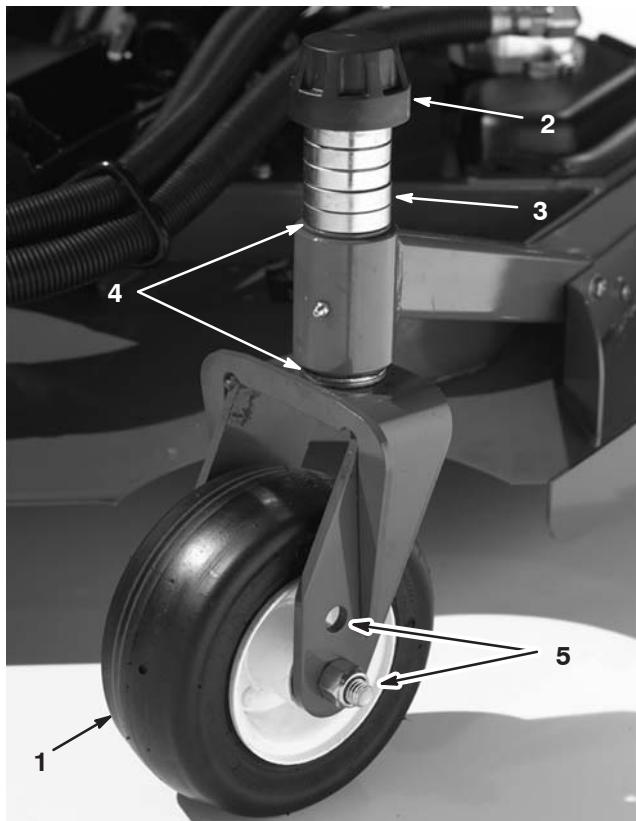
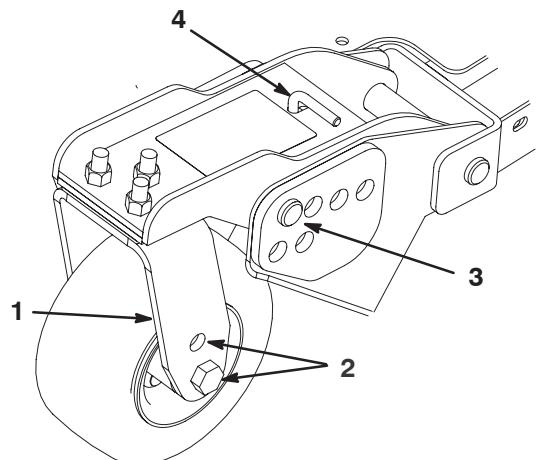
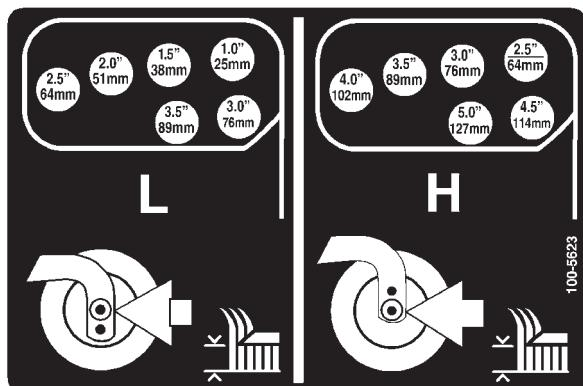

Figure 14
Figure 16
Figure 17
1. Placez les essieux des roues pivotantes dans les mêmes trous sur toutes les chapes (Fig. 14 et Fig. 16). Pour choisir les trous corrects pour la hauteur de coupe requise, reportez-vous au tableau suivant.
2. Enlevez le chapeau de tension de l'axe de pivot (Fig. 14) et sortez l'axe du bras pivotant. Replacez les deux cales (3 mm) sur l'axe de pivot comme à l'origine. Elles sont requises pour que les plateaux de coupe soient parfaitement de niveau sur toute la largeur. Placez le nombre requis d'entretoises de 13 mm sur l'axe de pivot pour obtenir la hauteur de coupe voulue, puis ajoutez la rondelle.
4. Enlevez la goupille fendue et les axes de chape des bras pivotants (Fig. 16).
5. Tournez la tige de tension pour éléver ou abaisser le bras de pivot jusqu'à ce que les trous soient en face de ceux du support de hauteur de coupe sélectionnés dans le bâti du plateau de coupe (Fig. 16 et Fig. 17).